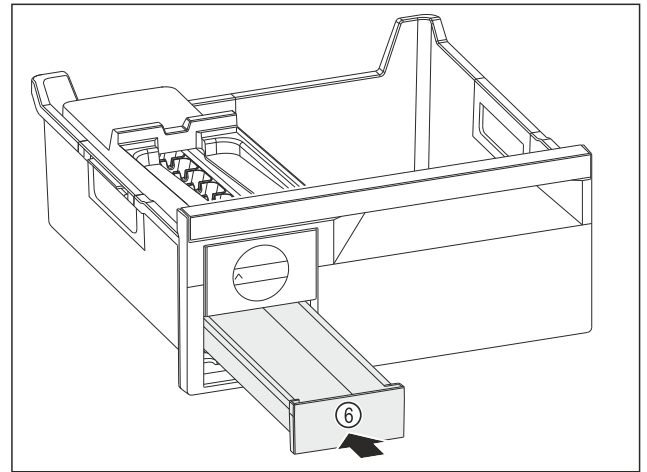

Fig. 91
- Eiskwürfelschubfach Fig. 91 (6) einschieben.